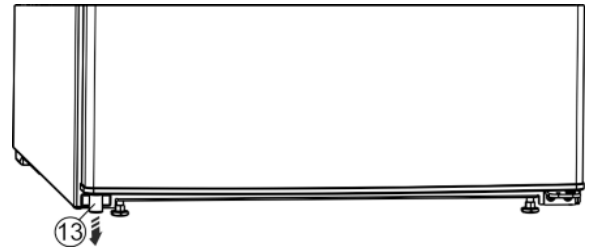

Fig. 4
- ▶ Дістаньте з дверцят розпірку Fig. 4 (13)внизу зліва.